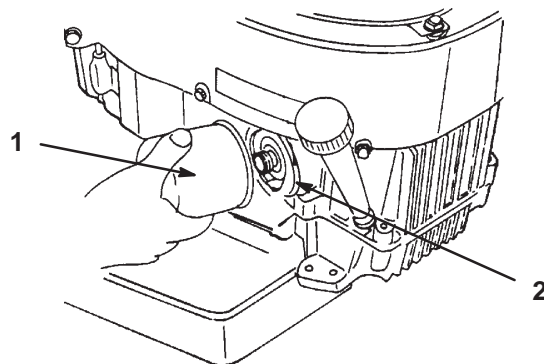

Figure 18
2. Déposez le filtre usagé (Fig. 18).
3. Appliquez une fine couche d'huile neuve sur le joint en caoutchouc du filtre de rechange (Fig. 18).
4. Posez le filtre à huile de rechange sur l'adaptateur. Tournez le filtre dans le sens horaire jusqu'à ce que le joint en caoutchouc touche l'adaptateur, puis donnez 3/4 tour supplémentaire (Fig. 18).